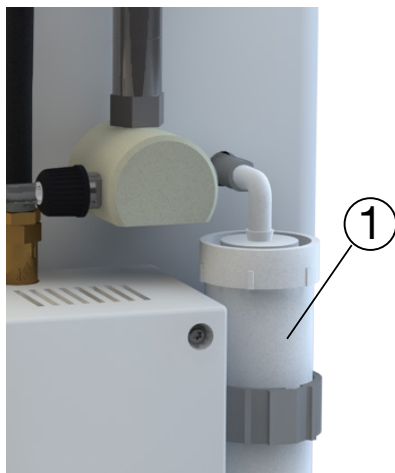

Abb. 5.2: Schalldämpfer hinten am Instrument
- Sicherstellen, dass der Schalldämpfer (① in Abb. 5.2) mit Polyesterfasern gefüllt ist und installieren: